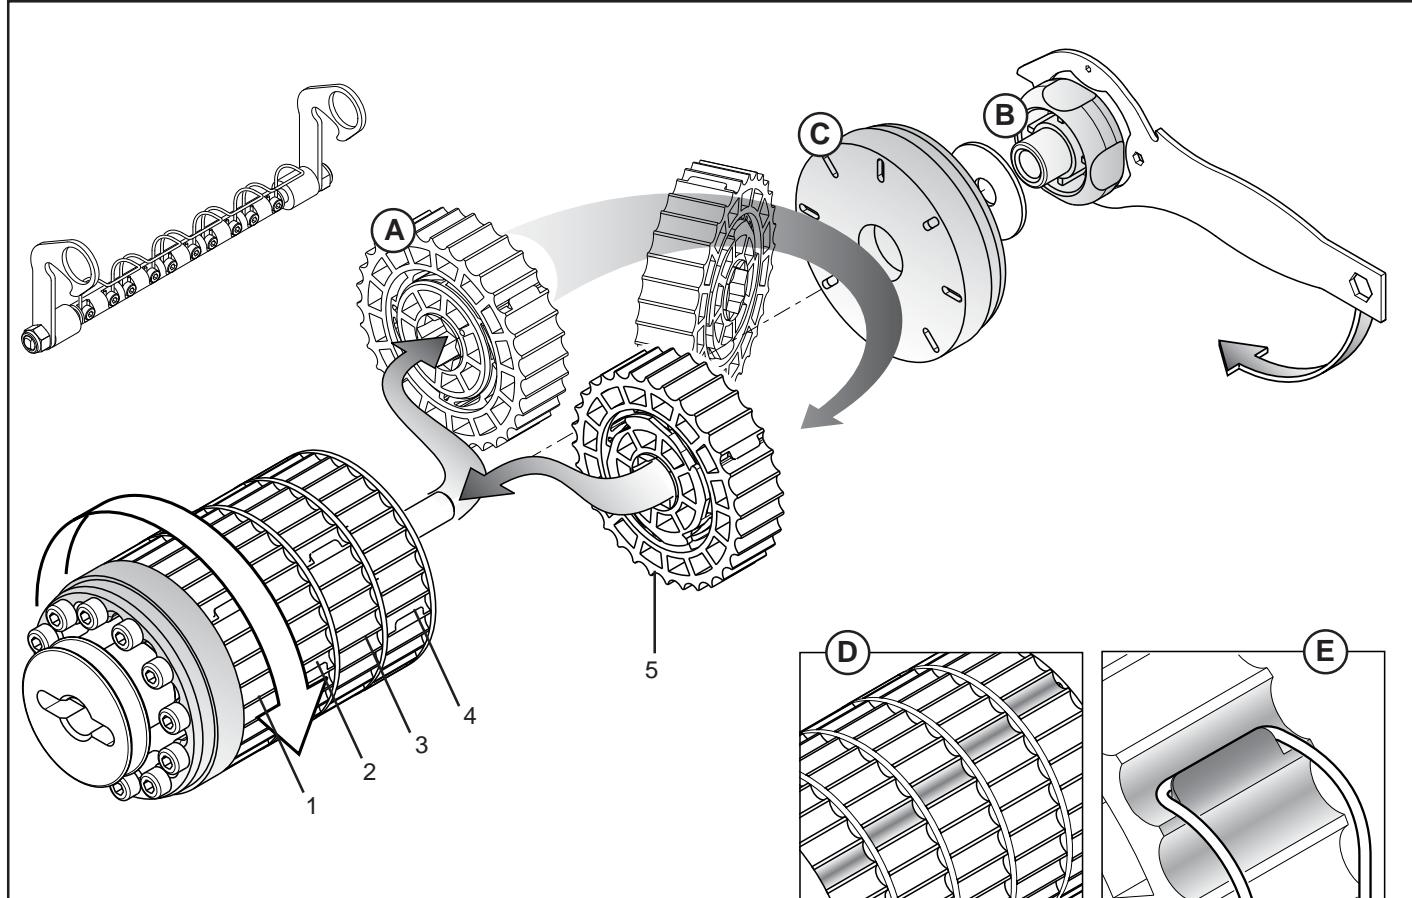

fig. 35
Vorausgesetzt, dass jedes Element (A, Abb. 35) 20% der gesamten Dosierrolle verteilt, können die arbeitenden Elemente erhöhen werden, um die Drehgeschwindigkeit des Getriebes zu reduziert und um dadurch eine gleichmäßige Produktstreuung zu erhalten.
Nach dem Abbau der Dosierrolle von dem Gerät ist der Kugelgriff (B, Abb. 35) mit dem beigestellten Schraubenschlüssel abzuschrauben und dann ist die Feststellnuss (C) zu entfernen. Das ausgeschlossene Element oder die ausgeschlossenen Elemente abziehen und um 180° gedreht wieder anbringen, **wobei die korrekte Position der einzelnen Elemente einzuhalten ist (1-2-3-4-5, Abb. 35).**
Beim Anbringen der Elemente ist derart vorzugehen, dass die Kehlen der aktiven Elemente bei der Arbeit zueinander verschoben sind (D, Abb. 35), um eine kontinuierliche Streuung zu gewährleisten.
Das Reinigungselement in der Arbeitsposition festspannen und sicherstellen, dass die Federn an den entsprechenden, auszuschließenden Elementen (E, Abb. 35) befestigt sind, um deren Drehung und folglich die Streuung zu verhindern.